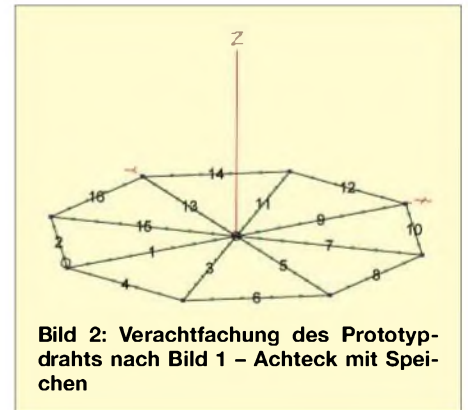

Bild 2: Verachtfachung des Prototypdrahts nach Bild 1 – Achteck mit Speichen
Hinweis: Ohne den später unnötigen, vom Koordinatenursprung ausgehenden Speichendraht 1 funktioniert die Vervielfältigung nicht in der gewünschten Weise, da ohne diesen Draht 1 lediglich ein Stern (und kein Achteck) aus dem verachtfachen Draht 2 gebildet wird, zentriert um die Punkte $x = -2,63/\sqrt{2}$ und $y = 2,63/\sqrt{2}$. Wir rufen nun *Create Radials* auf und geben im Menü als ersten Prototypdraht Draht 1 und als letzten Prototypdraht Draht 2 an, geben „8“ als Radialanzahl ein und schauen uns nach Bestätigung das Resultat an. Es hat sich ein mit Speichen versehenes Achteck gebildet, Bild 2. Wir speichern das Ergebnis als Datei (2)8Eck8(a).ez.